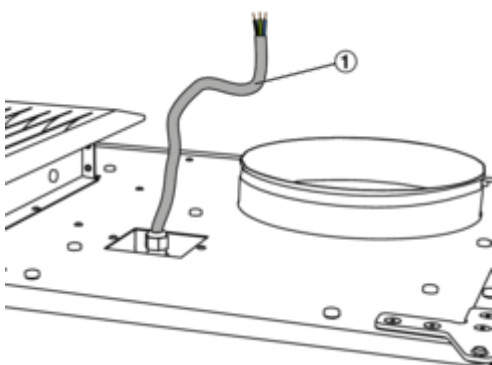

Abb. 22: Anschlussleitung Versorgungsspannung
- 1 ▶ Versorgungsspannung des Gerätes am Anschlusskabel (Abb. 22 /1) anschließen.